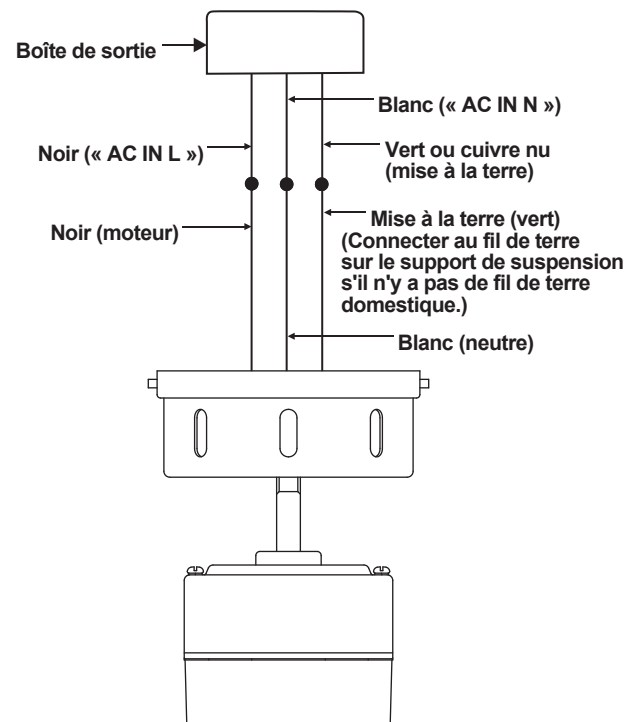

Figure 6
1. Raccordez le fil d'alimentation du ventilateur (noir) au fil noir du secteur comme illustré dans la Figure 6.
2. Raccordez le fil neutre du ventilateur (blanc) au fil neutre blanc du secteur. (Fig. 6)